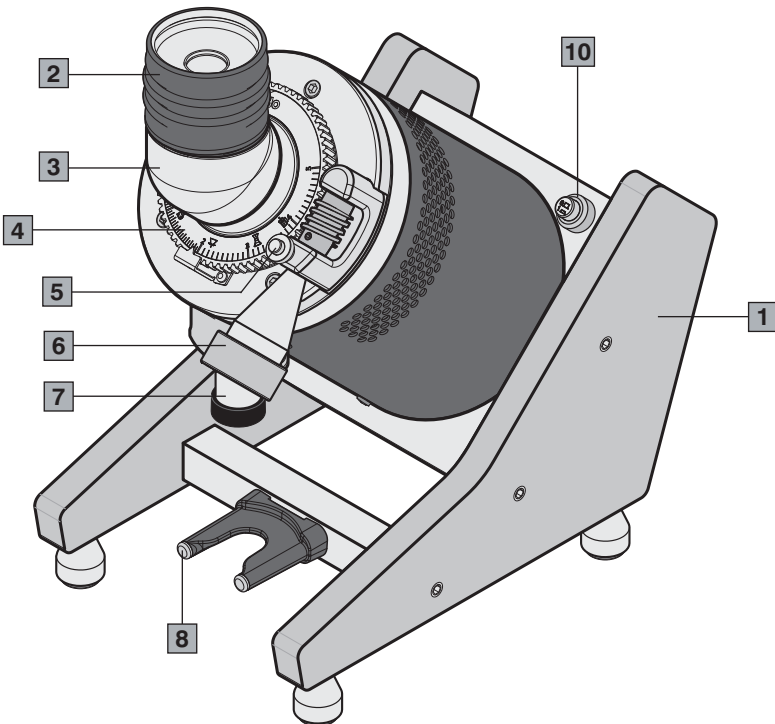
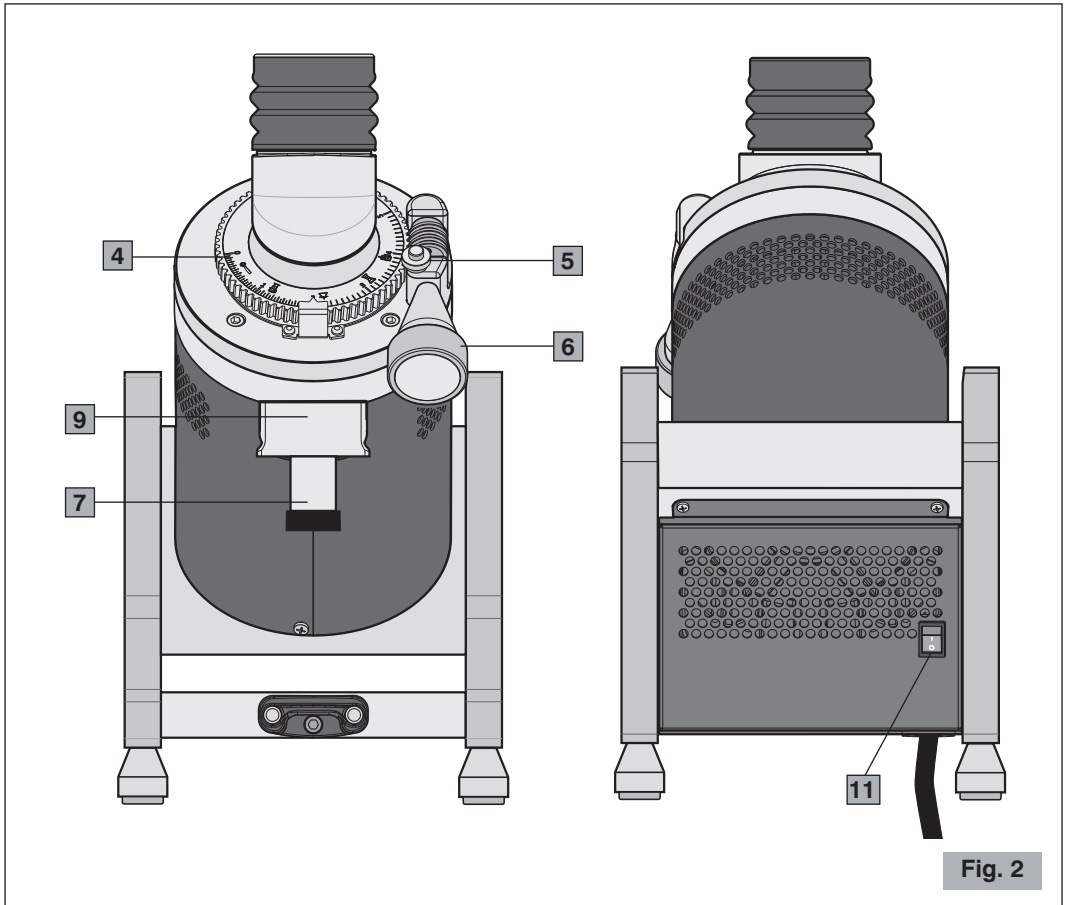

Fig. 1
Fig. 2
Composants principaux (Fig. 1, Fig. 2)
Avant de brancher la fiche à la prise de courant, s'assurer que l'interrupteur ON-OFF (11 Fig. 2) est en position d'arrêt « O ».
- 1** Mettre l'interrupteur ON-OFF en position « I » (11 Fig. 2).
- 6** Après avoir complètement moulu les grains de café, frapper le soufflet (2 Fig. 1) avec la paume de la main en prenant soin de couvrir complètement son ouverture. Pour faire tomber complètement tout le café moulu, tirer et relâcher 2 ou 3 fois le système vide bouche de sortie (9 Fig. 2).